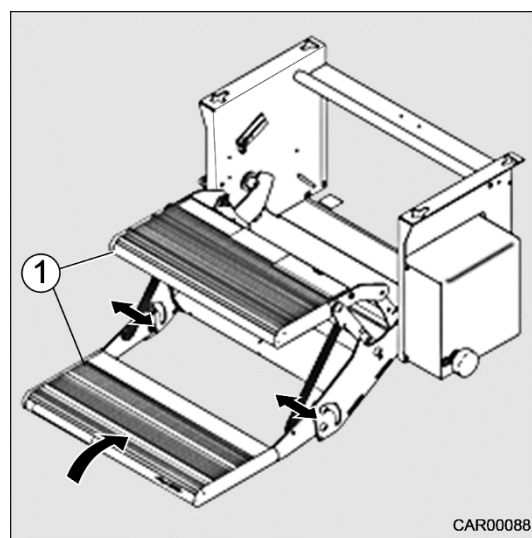

Fig. 217 Déverrouillage de secours
2. Glisser les marches (Fig. 217/1) complètement vers l'arrière à la main.